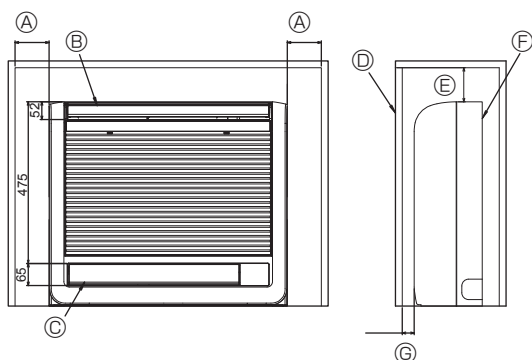

Fig. 6-1
6.1. Встраивание внутреннего прибора в стену (Fig. 6-1)